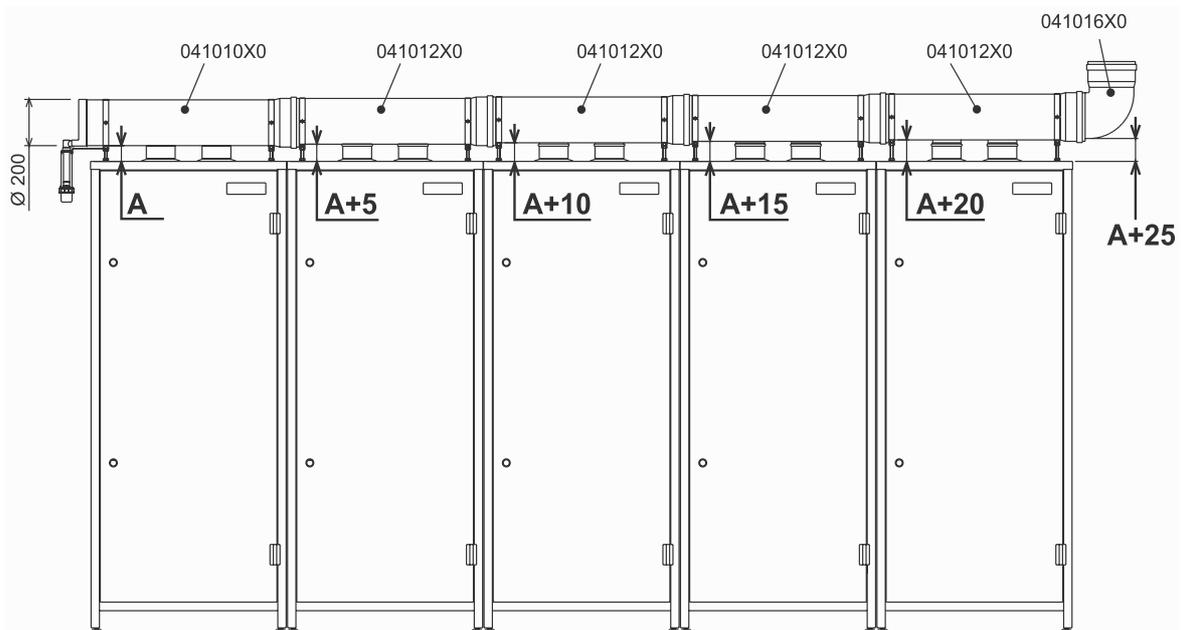

Рис. 26 - Установка пяти модулей
- M** Установите собранный дымоход. На верхних панелях модулей размещен предварительно смонтированный крепеж. Последовательно затягивая на собранных секциях диаметром 100 мм указанный крепеж, смонтируйте дымоход. Проверьте корректность монтажа дымохода. Должен быть выдержан необходимый угол уклона (Рис. 26). Должна быть соблюдена комплектация соответствующими отводами, обратными клапанами, соединителями и т.д. (Рис. 30). Проверьте герметичность установленных соединений и надежность крепежа.
- N** Установите заглушку (10), зафиксируйте при помощи кронштейна (6) сифон общего дымохода (11), обеспечьте отвод конденсата (например через общий коллектор для отвода конденсата внутри модулей).